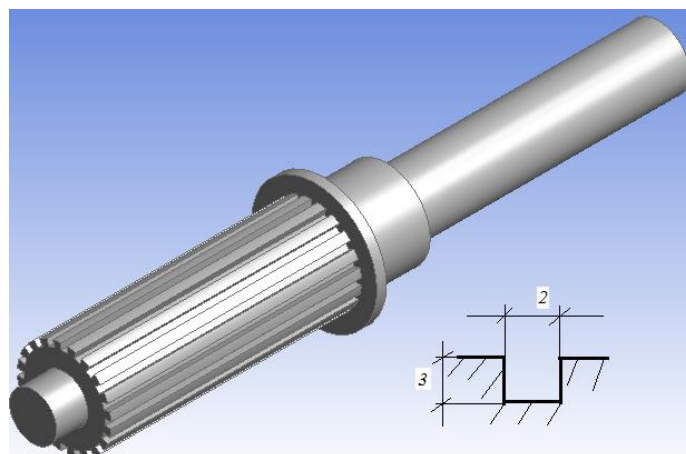

Рис. 9.
3.3.7. Надалі моделюванню підлягають циліндричні частини вала трансмісії, в якому повторюються попередні операції. Особливу увагу при цьому потрібно звернути лише на своєчасний лінійний переніс системи координат вздовж від'ємної частини осі  $Z$  (рис. 9).